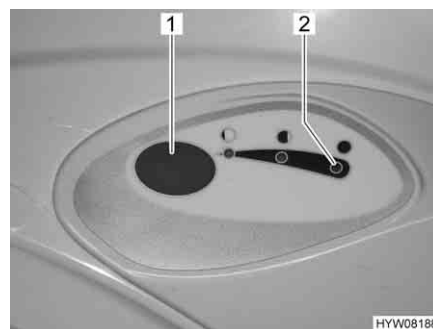

Fig. 257 Pulsante dello sciacquone/spia di controllo toilette Thetford
- Per sciacquare premere il pulsante blu (Fig. 257,1).
La spia di controllo (Fig. 257,2) si accende quando il serbatoio fecale deve essere svuotato.